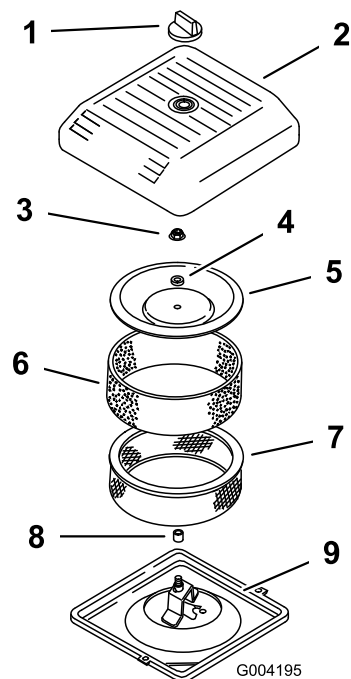

図 43
3. エア・クリーナのカバーを固定しているノブを外し、カバーを取り出す(図 43)。
4. ペーパー・エレメントについているスポンジ・エレメントを注意深く外す(図 43)。
5. カバー・ナットを外し、カバー、スペーサ、ペーパー・エレメントを外す(図 43)。
2. エア・クリーナのベースにエア・クリーナ・アセンブリを取り付ける（図 43）。
3. カバーとスペーサを元どおりに取り付け、ナットで固定する（図 43）。ナットを 95inch-lb (1.0kg.m) にトルク締めする。
4. エア・クリーナのカバーを元通りに取り付け、ノブで固定する（図 43）。